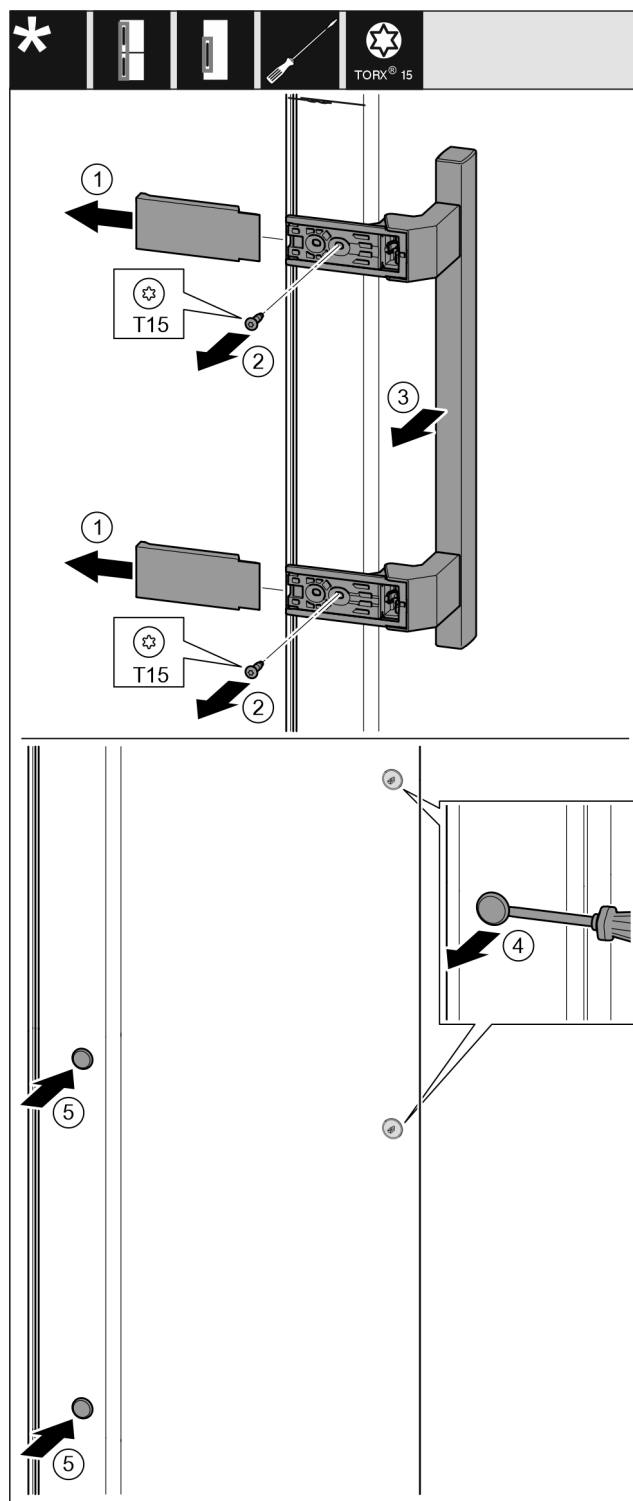

Fig. 17
- Trek de afdekking eraf. Fig. 17 (1)
- Draai de schroeven los met een Torx 15-schroevendraaier. Fig. 17 (2)
- Verwijder de handgreep. Fig. 17 (3)
- Til de zijplug voorzichtig op met een platte schroevendraaier en trek hem eruit. Fig. 17 (4)
- Plaats de stekker terug aan de andere kant. Fig. 17 (5)